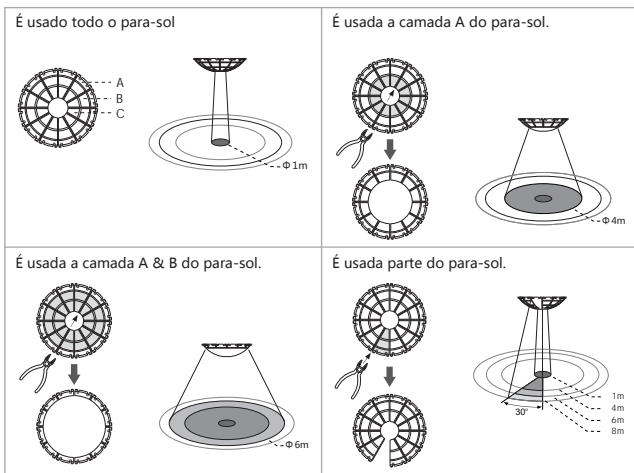

FIG.16
- A parte sombreada dos para-sóis na FIG.16 refere-se às peças cortadas.